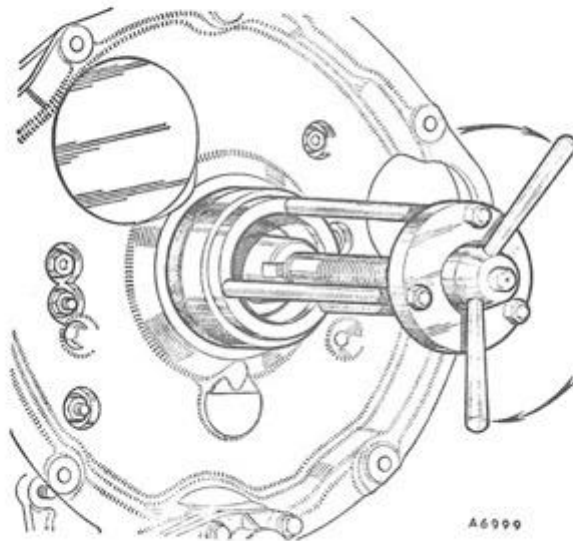

Fig. Aa.22
- 8) Den nye olietætningsring sammen med værktøj 18G1068 anbringes (se fig. Aa.22).